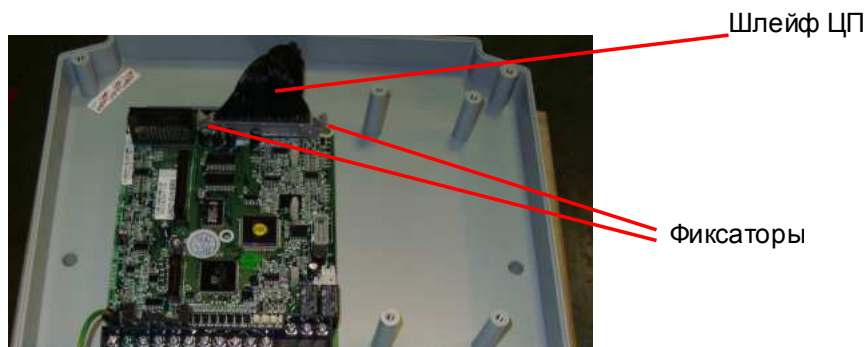

Рис. 7.22
7.12.3. Соединить шлейф ЦП с разъемом платы и защелкнуть фиксаторы (рис. 7.22).